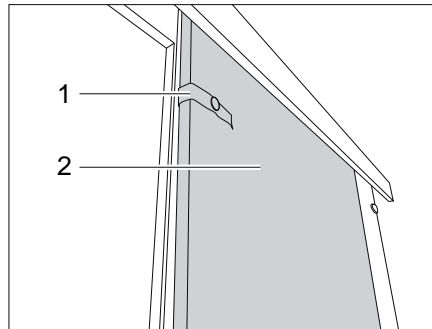

Bild 166 Schiebetür
- Das mit Sicherungsband (Bild 166,1) lösen.
- Schiebetür (Bild 166,2) in Schließstellung ziehen.
- Schiebetür (Bild 166,2) in die Öffnungsposition führen.
- Schiebetür mit dem Sicherungsband (Bild 166,1) befestigen.